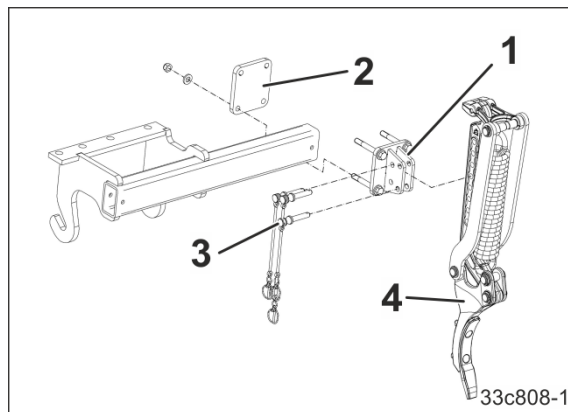

Fig. 78
1. Atornillar el soporte del borrahuellas (Fig. 78/1) con la placa de sujeción (Fig. 78/2) al marco de acoplamiento.
2. Fijar muy arriba el borrahuellas (Fig. 78/4) con un perno de inserción (Fig. 78/3) y asegurarlo con un pasador de clavija.